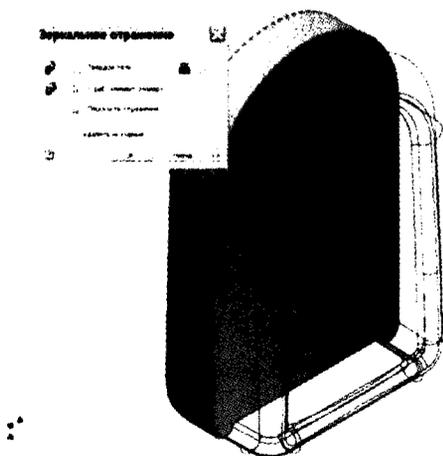

Рис. 7.22. Используйте инструмент Симметричное отображение вместо проектирования обеих сторон
4. Щелкните на **Плоскость XY** в папке **Начало**, затем нажмите **ОК**, чтобы создать полноценное тело. См. рис. 7.22.